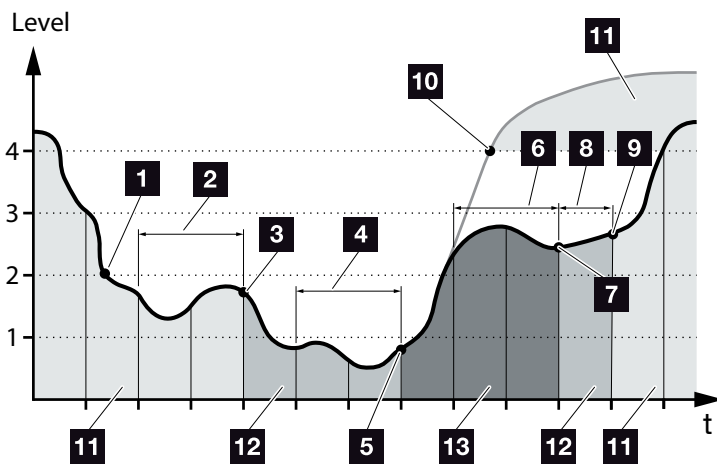

Fig. 55: Automatisk modus
I modsætning til "Automatisk" modus frakobles batteriet her, så snart solcelleenergien to dage i træk kommer under grænsen for level 1  **Fig. 55, pos. 5.**